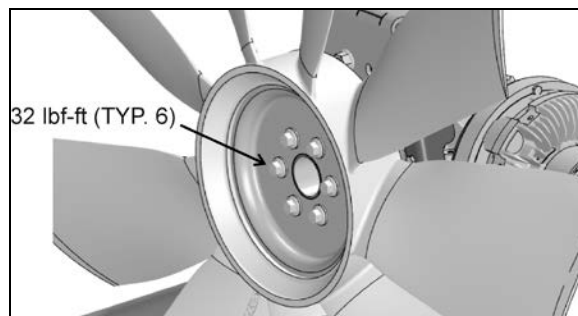

FIGURE 39 : BOULONS DE FIXATION DU VENTILATEUR DU RADIATEUR
3. Dévisser et retirer les 4 boulons de rechange à tête hexagonale M6x12 vissés à l'angle sur le support de montage du boîtier du ventilateur (FIGURE 39).